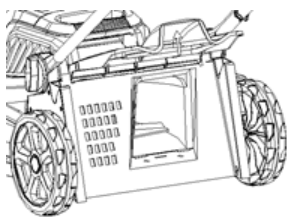

Рис. 25
- Откройте задний кожух (рис. 25).